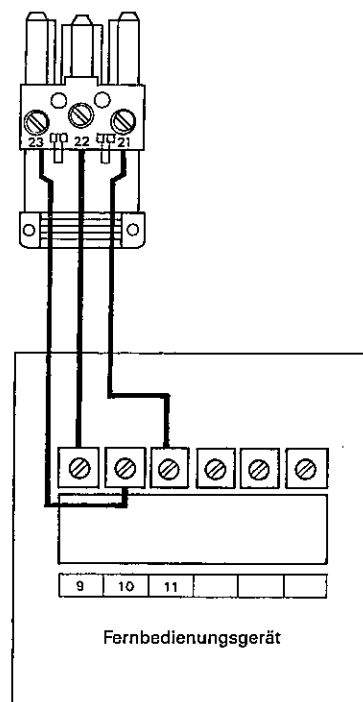

Abb. 50
3. Gegenstecker [58] von der Steckerleiste der Viessmann Miromatik-MC abziehen und Anschlußleitung vom Fernbedienungsgerät-WS oder -RS in Steckverbinder [58] entsprechend Abb. 50 anschließen.